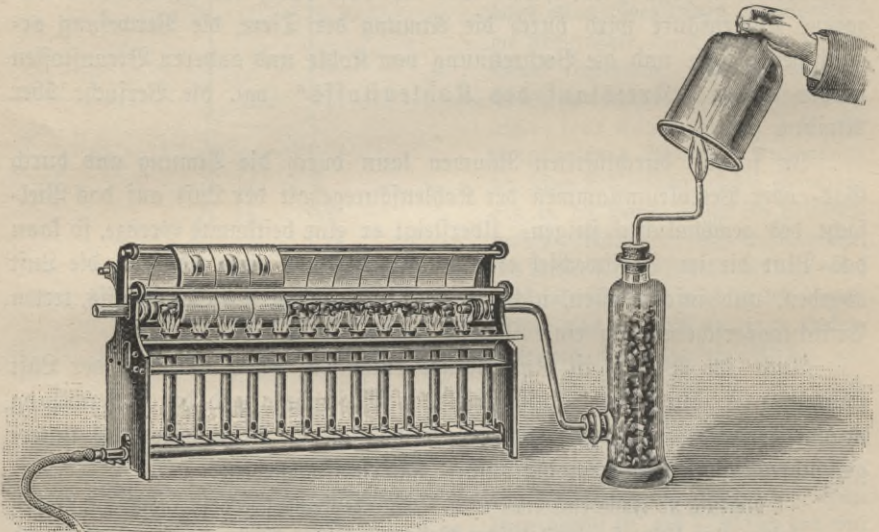

Fig. 52. Bildung von Kohlenoxyd.
**Versuch 1** (Fig. 52): Erhitze in einem schwer schmelzbaren Zenerser Rohr Holzkohlen bis zum Glühen und leite einen langsamen Strom von Kohlensäure hindurch.